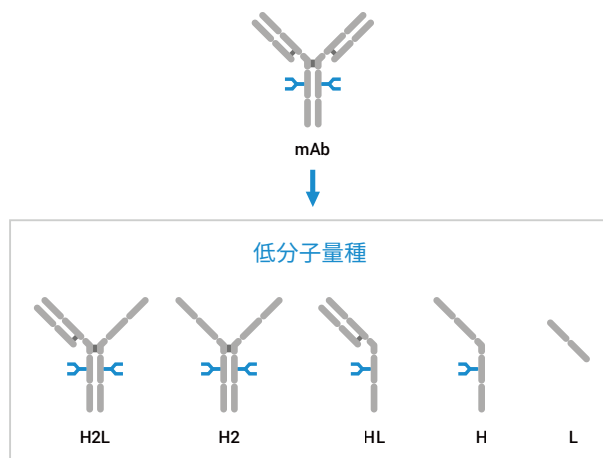
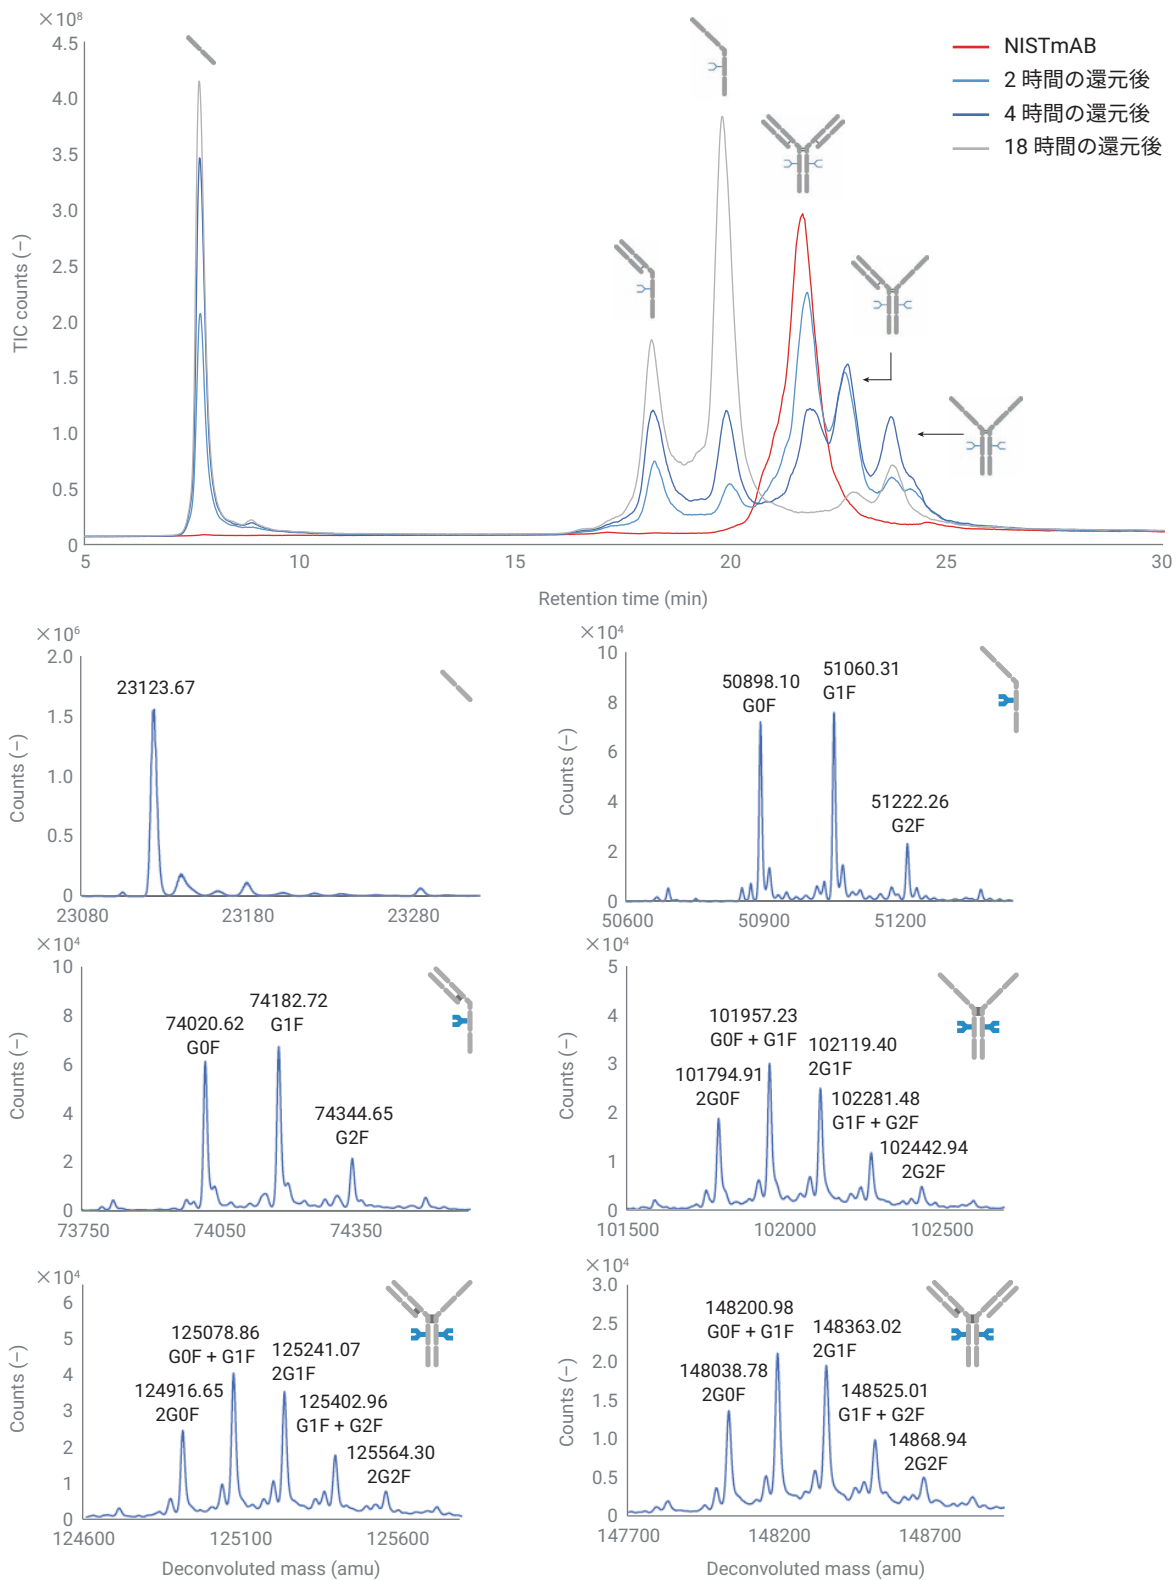

図 1. モノクローナル抗体 (mAb) の還元起因 LMW 種の概略図。
図 3. Agilent 1290 Infinity II Bio LC で分離され Agilent 6545XT AdvanceBio LC/Q-TOF で検出された NISTmAb の動的な部分的還元クロマトグラム。それぞれのフラグメントに対応する抽出スペクトルは、NISTmAb 固有のグリコシル化を示しています。
mAb はバイオ医薬品の主要な製品クラスであり、さまざまな疾患を適切に処置してきました。¹これらの生体分子には保存されているヘテロ四量体構造が含まれており、これはジスルフィド結合で接続された 2 つの重鎖と 2 つの軽鎖で構成されています。製造時や不適切な保管状態において、LMW 種 (図 1 を参照) または HMW 種 (抗体ダイマーなど) のような製品関連の不純物が形成される場合があります。これらの不純物は多くの精製ステップの後でも存在する場合があります、医薬品ではこれらの不純物を CQA としてモニタリングすることが非常に重要になります。抗体ダイマー、三量体、高い凝集体のような HMW 種は、サイズ排除クロマトグラフィー (SEC) と UV 検出によりルーチン分析と分離が可能です。²SEC と MS 検出を組み合わせることで実施することにより、分子量と PTM に関連する不純物を詳細に特性解析できます。³重鎖 (H)、軽鎖 (L)、H2L フラグメントのような LMW 種は、キャピラリー電気泳動-ドデシル硫酸ナトリウム (CE-SDS) により分析できます。⁴ただし、CE-SDS は、SDS による高いイオン抑制が原因で MS 検出と組み合わせることができないため、多くの場合は経験的知識に基づいて LMW 種を同定します。このアプリケーションノートでは、1290 Infinity II Bio LC と PEEK ライナ付き PLRP-S カラムの優れた性能に基づいた、mAb の LMW 種の代替分析手法について説明します。ルーチン分析または詳細分析の場合、必要に応じて、NISTmAb の関連するすべての還元起因 LMW フラグメントを、UV および MS の逆相液体クロマトグラフィー (RPLC) モードで検出できます。
図 3 のクロマトグラムから、1290 Infinity II Bio マルチサンプラで NISTmAb が動的に還元されていることがわかります。図 1 に示されている関連する mAb フラグメントはすべて適切に分離されており、DTT の追加が原因で長時間にわたって変化しています。特に、H2、H2L フラグメント、NISTmAb は RPLC で非常に良好に分離されており、LMW の分析において PEEK ライナ付き PLRP-S カラムと 1290 Infinity II Bio LC を組み合わせたメソッドが適切であることを示しています。RPLC モードが存在するために、1290 Infinity II Bio LC システムを 6545XT AdvanceBio LC/Q-TOF と簡単に組み合わせることができ、MS データを Agilent MassHunter BioConfirm で解析できます。図 3 のスペクトルは、デコンボリューション後のそれぞれのフラグメントの主なグリコフォームを示しています。NISTmAb 固有のグリコシル化により、